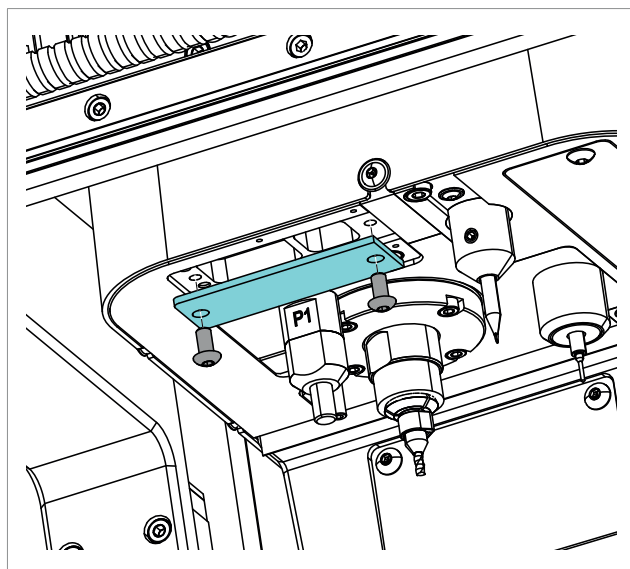
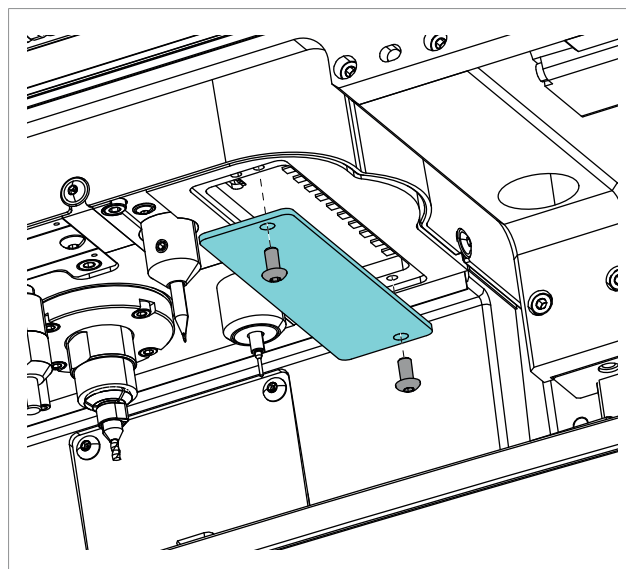

Fig. 101
Fig. 102
- 2) Remove the 4 screws (Fig. 101+Fig. 102).